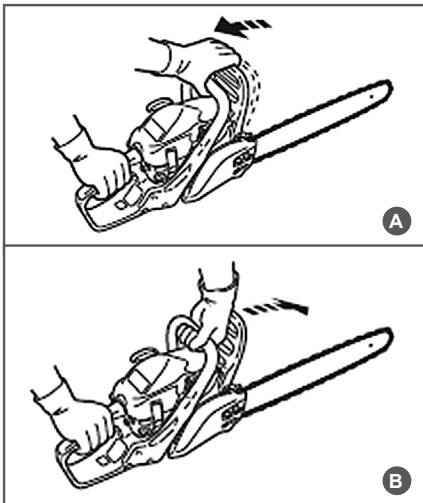

Рис. 6 Проверка механического тормоза цепи
Тормоз цепи выключен (цепь может вращаться), когда ручка тормоза взведена (Рис. 6А).
Тормоз цепи включен (цепь не имеет возможности вращаться), когда ручка тормоза находится в отжатом положении (Рис. 6В).
3. Используя тормоз цепи, переместить левое запястье от себя и нажать им на ручку тормоза, не отпуская рукой переднюю рукоятку бензопилы (Рис. 6В).
6. Взведите ручку тормоза (Рис. 6А).